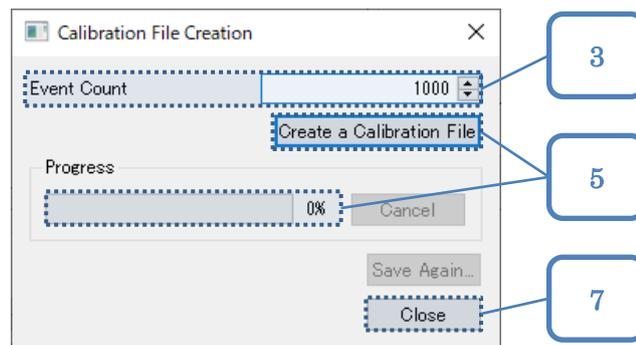

図 6-8. [Calibration File Creation]ダイアログ
- ② [QVT Monitor]ウィンドウのメニューバーの[Calibration]をクリックし、プルダウンの[Create Calibration File...]をクリックすると、[Calibration File Creation]ダイアログが表示されます。図 6-8 の番号は、以下の手順の番号に対応しています。